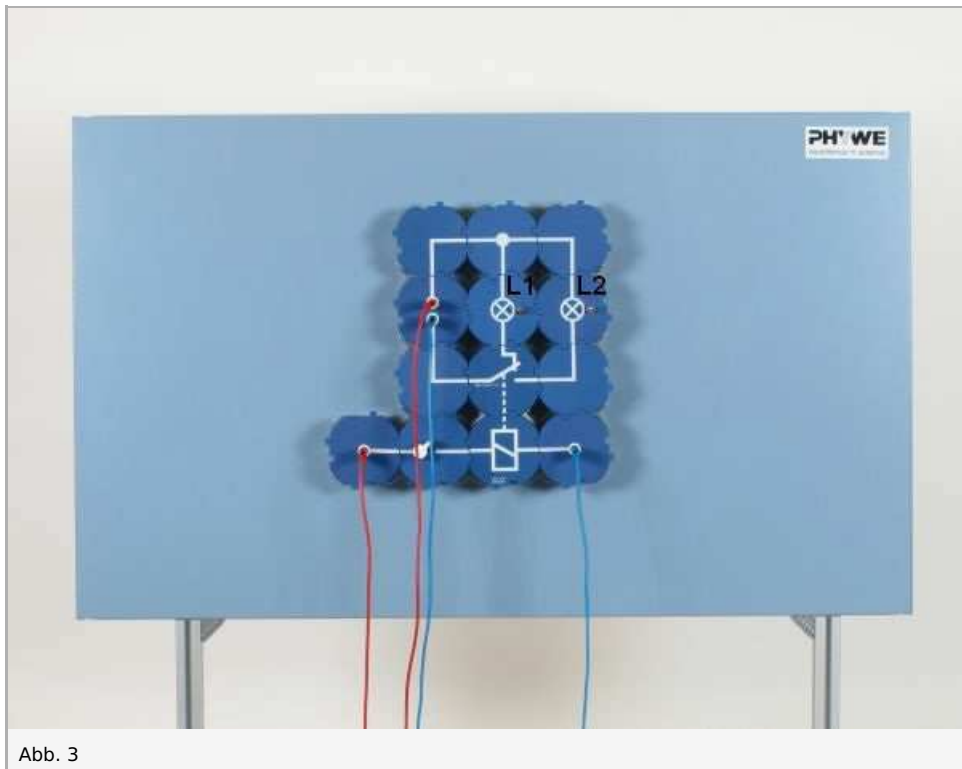

Abb. 3
- Steuerstromkreis wiederholt schließen und öffnen; dabei die Glühlampe L2 beobachten (2)
- Versuchsaufbau entsprechend Abb. 3 komplettieren